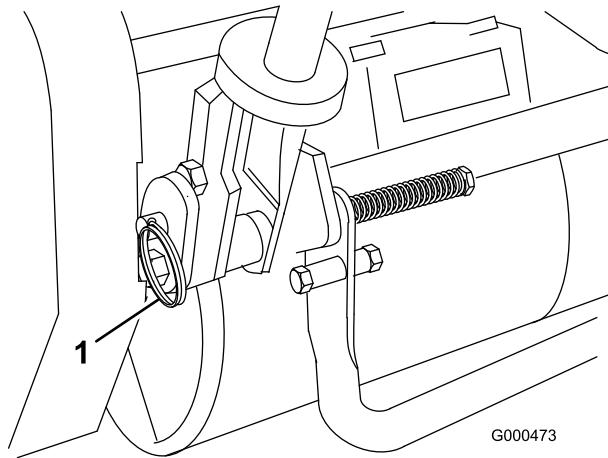

Figura 6
2. Sostenete la stegola e togliete i perni ad anello da ciascun lato, quindi alzate o abbassate la stegola nella posizione di servizio opportuna (Figura 6).
1. Togliete le coppiglie dai perni ad anello situati ai lati del tosaerba (Figura 6).